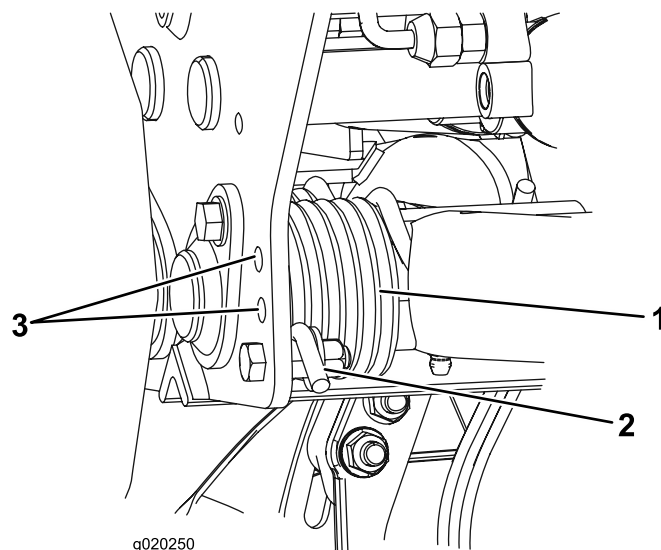

Figure 33
2. Insérez un tube ou un objet similaire sur l'extrémité longue du ressort pour détendre le ressort pendant le réglage (Figure 33).
3. Tout en détendant le ressort, retirez le boulon et le contre-écrou de fixation de l'actionneur de ressort au support (Figure 33).